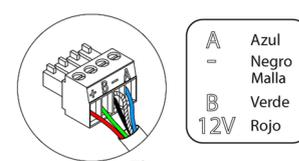

Fig. 45
Para la conexión al bus máquina de la central (4) dispone de 1 borna de 4 pines. Fije los cables con los tornillos de la borna respetando el código de colores (Fig. 45).